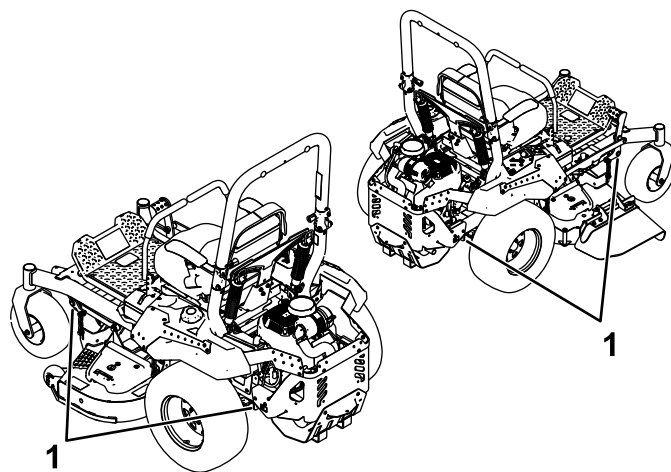

Рисунок 36
6. С помощью строп, цепей, тросов или канатов закрепите машину в точках, расположенных рядом с передними поворотными колесами и на заднем бампере (Рисунок 36). Изучите местные нормативные документы по требованиям к креплению оборудования.